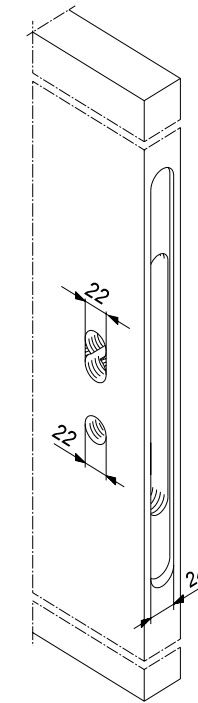

fig.4
- Steek het hout tussen de gaten weg (fig. 4). Plaats het veiligheidsbeslag tegen de deur en teken de schroefgaten af. Boor de schroefgaten volgens het montagevoorschrift. Absoluut niet door het slot boren!